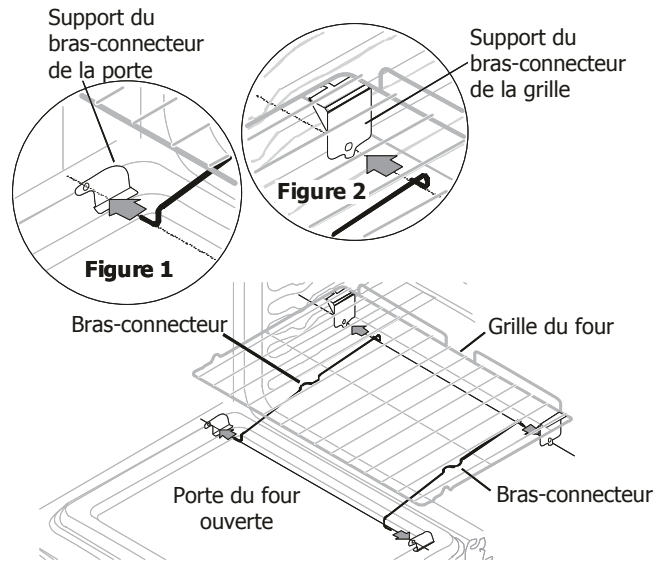

Figure 3 - Installation de la grille **EffortlessMC**
4. Assemblez un bras-connecteur à la fois. Avec la porte du four ouverte et la grille en place, installez un bout du bras-connecteur dans le trou du support du bras-connecteur situé sur la porte (Figure 1) et l'autre bout du bras-connecteur dans le trou du support bras-connecteur de la grille (Figure 2 et à la figure 3). La grille devra être tirée hors du four ou repoussée dans le four pour ajuster la position de la grille avec la longueur du bras-connecteur.